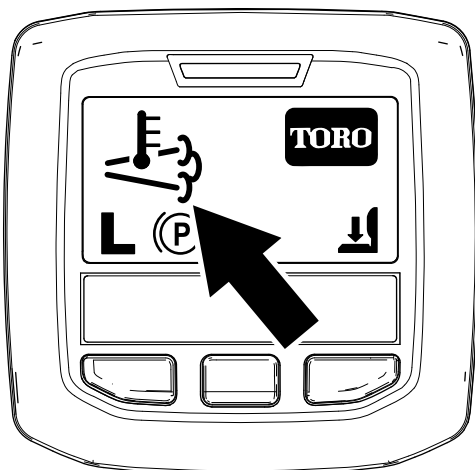

Figura 47
- L'icona della temperatura di scarico elevata viene visualizzata nell'InfoCenter (Figura 47).